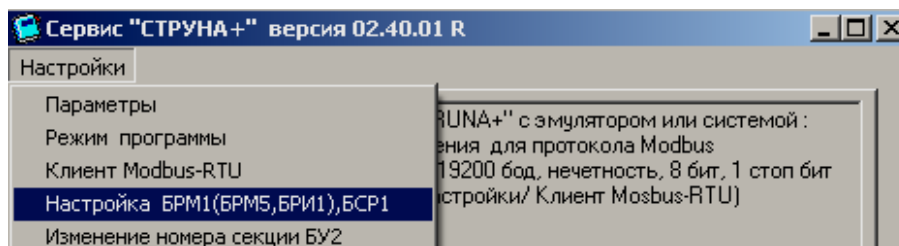

Рисунок 7.22
7.2.1.2 В меню «Настройки» выбрать опцию «Настройка БРМ1 (БРМ5, БРИ1), БСР1» (рисунок 7.22). В результате активируется форма «Настройка БРМ1», представленная на рисунке 7.23, если адрес «Modbus» совпадает с установленным при настройке порта связи или на рисунке 7.24, если адрес «Modbus» не совпадает с установленным при настройке порта связи. Если при входе в форму на верхнем табло появляется надпись «ОШИБКА ПРОТОКОЛА», следует выполнить поиск адреса «Modbus»: с помощью клавиатуры ввести значения параметров «Начальный адрес» и «Конечный адрес», нажать на кнопку «Поиск» в результате на верхнем табло появится надпись «ЖДИТЕ!!!». При успешном поиске адреса «Modbus» на верхнем табло появится надпись «ОПЕРАЦИЯ ВЫПОЛНЕНА», а на панели «Адрес Modbus Текущий» отобразится текущий (в результате поиска) адрес «Modbus».